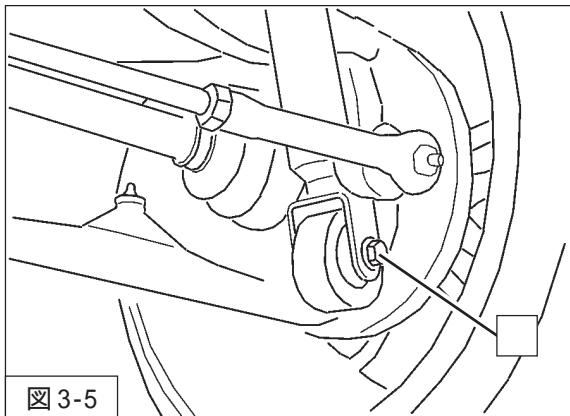

図3-5
6. ダンパーロア取付ボルト・ナットを取外してください。(図3-5)